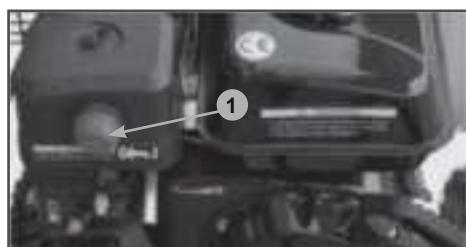

Рис. 18
6. Нажмите 3-5 раза на ручной топливный насос 1 (Рис. 18). В случае если двигатель прогрет, нажмите на насос всего 2-3 раза.